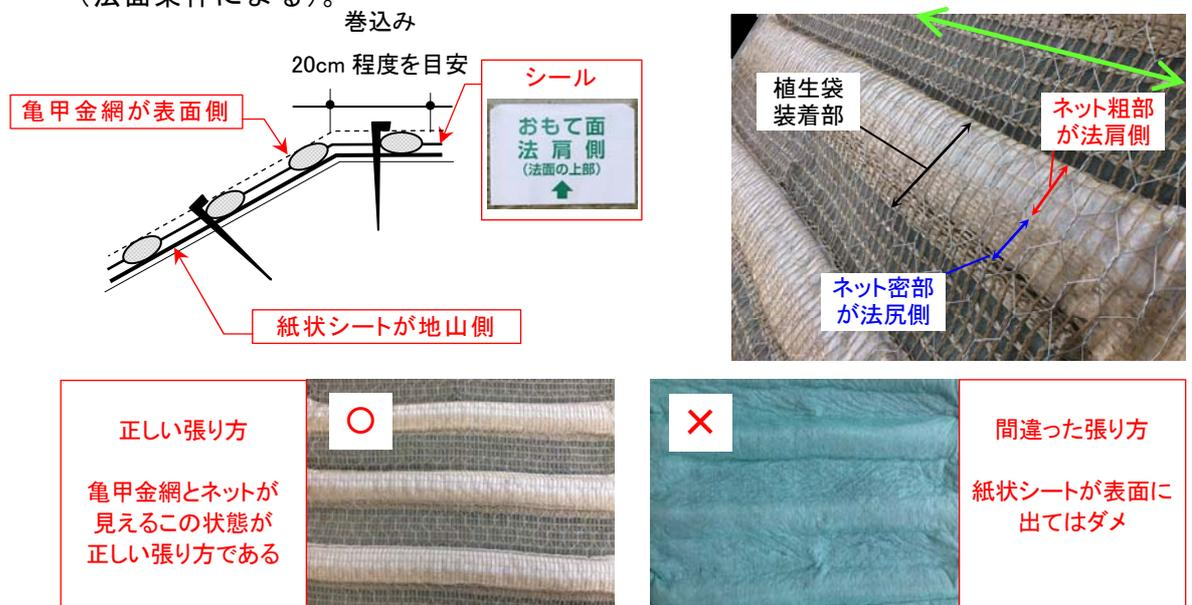

図1. マットの展開
- マットを製品に付けられたシール表示に従い、亀甲金網がおもて面に、シール装着部が法肩側になるように展開する。マットを法尻部でカットするなどしてシールがない場合には、植生袋装着部を観察し、必ずネット粗部が法肩側となるようにして設置を行う（図1参照）。なお、植生袋が必ず等高線状（水平）となるように展開する。